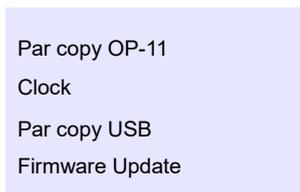

Рис. 1.7. Вид сервисного меню
1.1. Внешний вид сервисного меню показан на рис. 1.7.